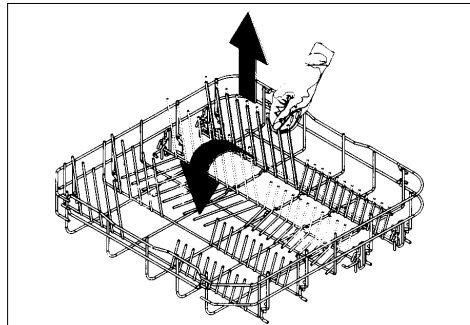

Abb. 10
- Die Tellergestelle können je nach Modellausführung umgeklappt werden (siehe Abb. 10).